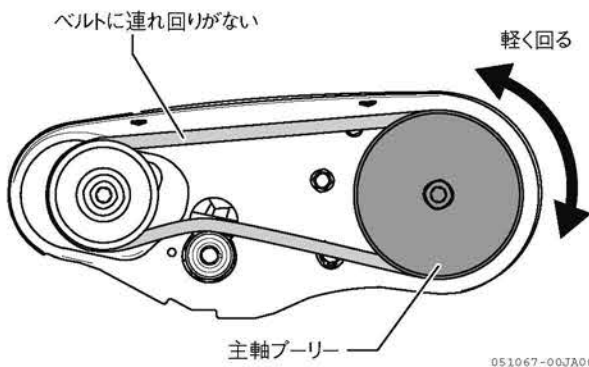

図 4-26 点検のしかた
4. 主クラッチレバー「切」位置、走行変速レバーを「N」（中立）位置にして、主軸プーリーが手で軽く回り、ベルトと主軸プーリーの連れ回りがなくことを確認します。(図 4-26)